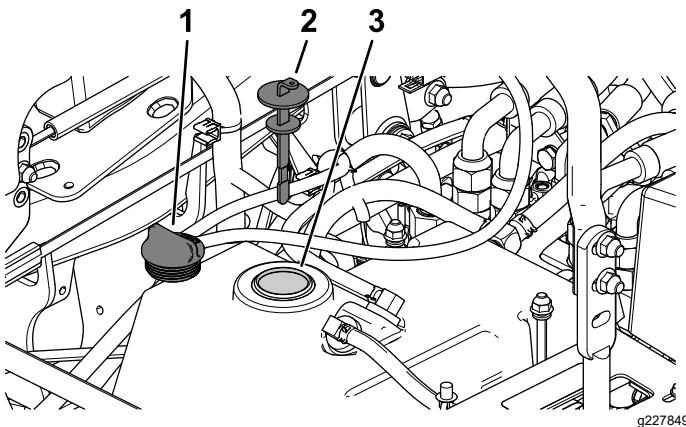

Figure 70
5. Remettez le bouchon du réservoir hydraulique (Figure 70).
6. Retirez la jauge et essuyez-la sur un chiffon propre (Figure 70).